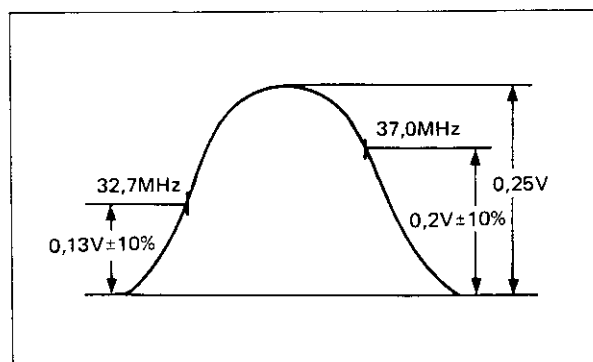

Fig. 6-4
1. Aligner la fréquence de mesure 32,7 MHz avec 0,13V, la fréquence 37 MHz avec 0,2V en tournant alternativement T101, T102 et T103 (voir la figure 6-4).
- Après avoir raccordé les fils comme indiqué dans le tableau ci-dessus, vérifier si une forme d'onde correcte est obtenue et raccorder la borne d'entrée de l'oscilloscope à la borne C.A.F. du tuner (voir la figure 6-4).